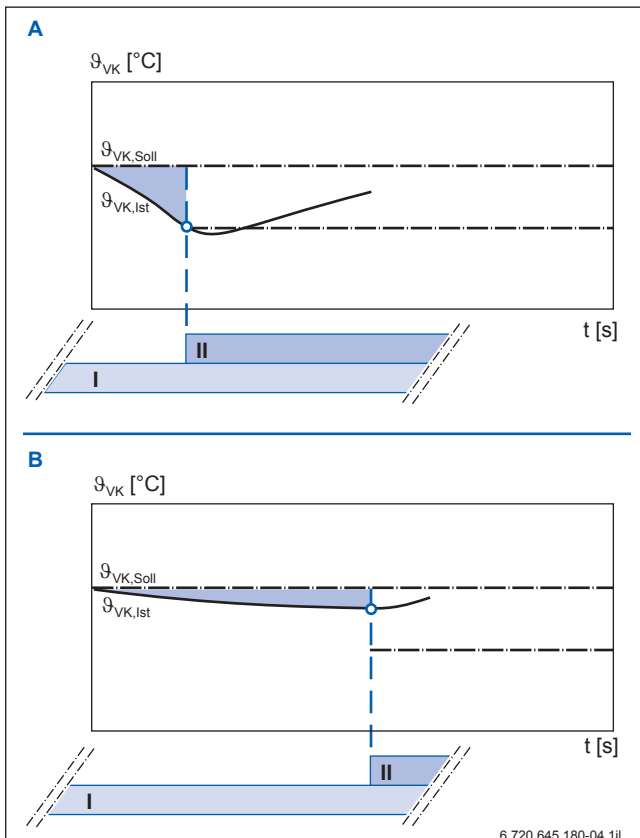

Bild 4 Funktionsprinzip der dynamischen Schalt-differenz bei unterschiedlichen Regel-abweichungen
- Zweitens prüft das Regelsystem ständig die Differenz zwischen der Kesselvorlauf-Solltemperatur und der Kesselvorlauf-Isttemperatur. Daraus berechnet das Regelgerät die Summe der Regelabweichung über ein bestimmtes Zeitintervall (Integral). Wenn der berechnete Wert einen fest eingestellten Grenzwert überschreitet, wird der Brenner ein- oder ausgeschaltet, auch wenn die fest vorgegebene Schaltschwelle noch nicht erreicht wurde (→ Bild 4, Seite 15).